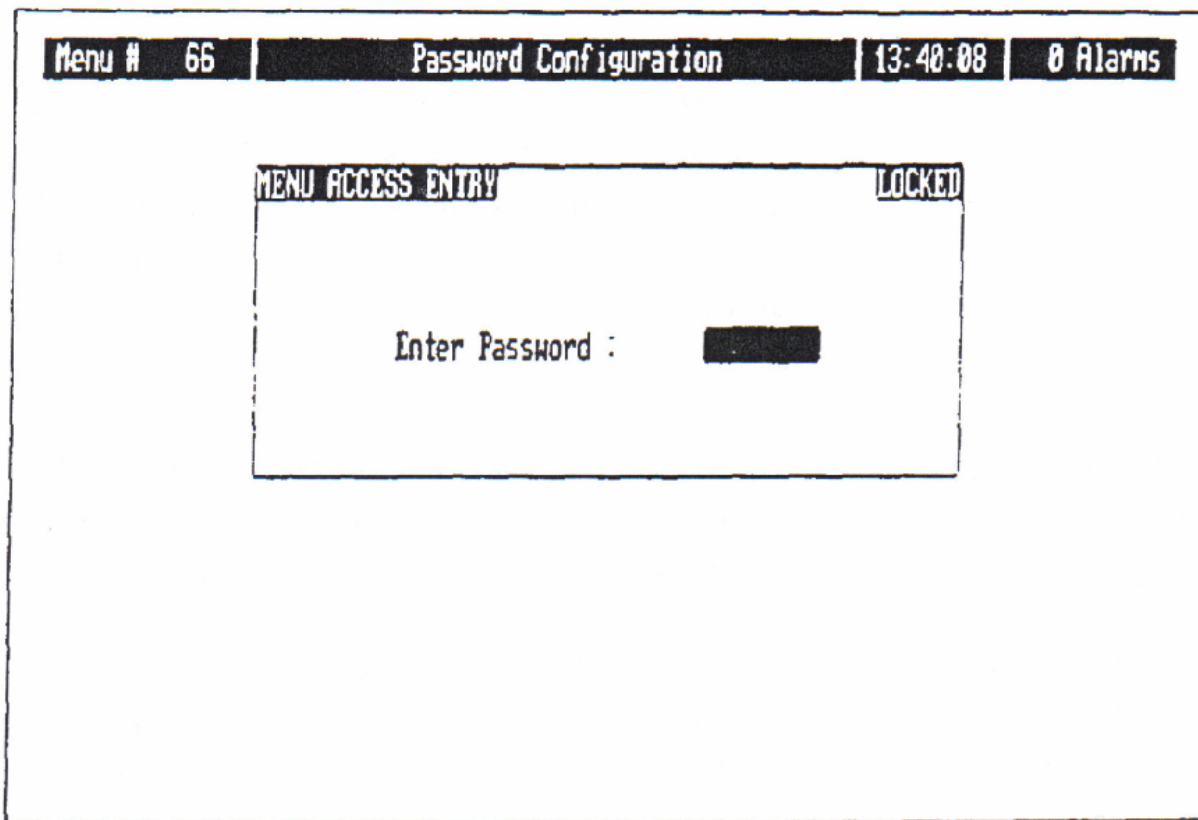

Figura 3.12 Pagina de introducción de password.
- b) Oprima “6”, después “6”, después “Advance menu” en el montaje de la estación del operador. Esto causará que el menú 66 sea desplegado. Figura 3.12.